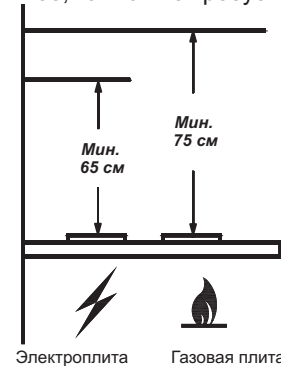

РИС. 1
- при установке зонта соблюдайте указания п. 1.2 (рис.1.)
1.2 Устанавливайте его над плитой, как показано рис. 1.
4.6 Устанавливайте зонт над плитой в соответствии с рис. 1.